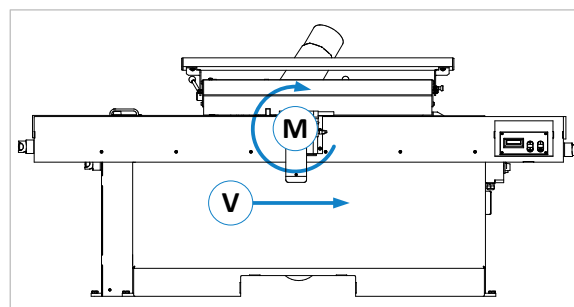

Figure 23 : sens de rotation et de marche
**Important :** Vérifiez également le sens de rotation de l'arbre porte-lames (M) et le sens de marche de l'avance (V), voir les flèches sur ⇒ Figure 23.